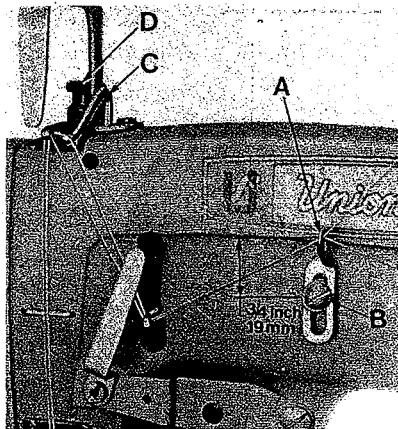

Fig.30
Set the needle thread frame eyelet hole (A, Fig. 30) 19 mm = 3/4 inch above the center of mounting screw (B, Fig. 30). Lower it for more needle thread, raise it for less needle thread in the stitch. Set the needle thread take-up wire (C, Fig. 30) as low as possible. Raising the take-up wire increases the needle thread loop.
Insert a ply of fabric between upper and lower puller roller. Loosen screw (S, Fig. 30 C) then set the puller presser bar collar (A, Fig. 30 A) by means of adjusting screw (B, Fig. 30 A) so, that the distance (J, Fig. 30 A) between screw (K, Fig. 30 A) and hand lever (H, Fig. 30 A) is 0,2 - 0,5 mm (.008 - .020 inch), at the same time the upper puller roller must rest upon fabric. Secure screw (B, Fig. 30 A) with nut (C, Fig. 30 A). Retighten screw (S, Fig. 30 C).
Set the presser bar connection and guide (L, Fig. 30 A) so that puller roller and presser foot are lifted simultaneously when actuating the presser foot lifter lever and the presser foot is resting on the throat plate.
Stellen Sie die Nadelfadengleitung am Gehäuse (A, Fig. 30) 19 mm hoch zur Mitte der Befestigungsschraube (B, Fig. 30) ein. Wird die Fadenführung tiefer gestellt bekommen Sie mehr Nadelfaden in die Naht. Durch Höherstellen erreichen Sie das Gegenteil. Stellen Sie den Nadelfadenabzug (C, Fig. 30) so tief wie möglich. Wird der Nadelfadenabzugsbügel nach oben verstellt, wird die rechte Nadelfadenschlinge größer.
Legen Sie eine Lage Stoff zwischen die obere und untere Pullerrolle. Lösen Sie die Schraube (S, Fig. 30 C) dann stellen Sie den Mitnehmer (A, Fig. 30 A) mit der Stellschraube (B, Fig. 30 A) so ein, daß der Abstand (J, Fig. 30 A) zwischen Schraube (K, Fig. 30 A) und dem Handhebel (H, Fig. 30 A) 0,2 - 0,5 mm beträgt, dabei muß die obere Pullerrolle auf dem Stoff aufliegen. Stellen Sie mit der Mutter (C, Fig. 30 A) die Schraube (B, Fig. 30 A) fest. Ziehen Sie die Schraube (S, Fig. 30 C) wieder an.
Die Drückerfußverbindung und Führung (L, Fig. 30 A) muß so gestellt werden, daß beim Betätigen des Drückerfuß-Lifterhebels Drückerfuß und Pullerrolle gleichzeitig angehoben werden, wenn der Drückerfuß auf der Stichplatte aufliegt.
Insert a ply of fabric between upper and lower puller roller. Loosen screw (S, Fig. 30 C), set the puller presser bar collar (A, Fig. 30 A) by means of adjusting screw (B, Fig. 30 A) so, that the distance (J, Fig. 30 A) between screw (K, Fig. 30 A) and hand lever (H, Fig. 30 A) is 0,2 - 0,5 mm (.008 - .020 inch), at the same time the upper roller must rest upon fabric. Secure screw (B, Fig. 30 A) with nut (C, Fig. 30 A). Retighten screw (C, Fig. 30 C). Set link (E, Fig. 30 A) by changing the length of the tractor cable (R, Fig. 30 B) so that the distance (G, Fig. 30 A) between link (E, Fig. 30 A) and screw (F, Fig. 30 A) is 0,5 - 1 mm (.020 - .040 inch).
Now set presser bar connection and guide (L, Fig. 30 A) so that the distance (D, Fig. 30 A) between link (M, Fig. 30 A) and screw (P, Fig. 30 A) is 0,5 - 1 mm (.020 - .040 inch) when the presser foot is resting on the throat plate.
For making this adjustment turn the handwheel in operating direction until the needle bar is in its lowest position and loosen screw (Q, Fig. 30 A). Then, while holding the presser foot down on the throat plate surface, pry up the presser bar connection and guide (L, Fig. 30 A) with a screwdriver to obtain the required setting. Retighten screw (Q, Fig. 30 A).
The presser foot must rest on the throat plate, when the upper puller roller is lifted with the hand lever (H, Fig. 30 A).
Regulate the presser spring regulating screw (D, Fig. 30) so that it exerts only enough pressure on the presser foot to feed the work uniformly. The regulating screw is located directly behind the needle bar in the head of the machine. The pressure exerted by the presser spring should be slightly more than the pressure exerted by the spring for the presser foot yielding section. Turning the regulating screw clockwise increases the pressure, counterclockwise decreases the pressure.
Legen Sie eine Lage Stoff zwischen die obere und untere Pullerrolle. Lösen Sie die Schraube (S, Fig. 30 C), dann stellen Sie den Mitnehmer (A, Fig. 30 A) mit der Stellschraube (B, Fig. 30 A) so ein, daß der Abstand (J, Fig. 30 A) zwischen Schraube (K, Fig. 30 A) und Handhebel (H, Fig. 30 A) 0,2 - 0,5 mm beträgt, dabei muß die obere Pullerrolle auf dem Stoff aufliegen. Stellen Sie mit der Mutter (C, Fig. 30 A) die Schraube (B, Fig. 30 A) fest. Ziehen Sie die Schraube (S, Fig. 30 C) wieder an. Die Lasche (E, Fig. 30 A) wird durch Veränderung der Länge des Zugseils (R, Fig. 30 B) so eingestellt, daß der Abstand (G, Fig. 30 A) zwischen Lasche (E, Fig. 30 A) und Schraube (F, Fig. 30 A) 0,5 - 1 mm beträgt.
Die Drückerfußverbindung und Führung (L, Fig. 30 A) wird nun so eingestellt, daß bei auf der Stichplatte aufliegendem Drückerfuß, der Abstand (D, Fig. 30 A) zwischen Lasche (M, Fig. 30 A) und Schraube (P, Fig. 30 A) 0,5 - 1 mm beträgt.
Zum Einstellen drehen Sie das Handrad in Nährichtung, bis die Nadelstange in der untersten Stellung ist und lösen die Schraube (Q, Fig. 30 A). Während Sie nun den Drückerfuß auf die Stichplatte herunterdrücken, heben Sie mit einem Schraubendreher die Drückerfußverbindung und Führung (L, Fig. 30 A) in die gewünschte Stellung. Ziehen Sie die Schraube (Q, Fig. 30 A) wieder an.
Der Drückerfuß muß auf der Stichplatte aufsitzen, wenn die obere Pullerrolle mit dem Handhebel (H, Fig. 30 A) angehoben wird.
Stellen Sie die Drückerfuß-Regulierschraube (D, Fig. 30) so ein, daß gerade so viel Druck auf dem Drückerfuß ist, daß ein gleichmäßiger Transport gewährleistet wird. Die Regulierschraube ist direkt hinter der Nadelstange auf dem Mäschinenarm. Der Druck den die Drückerfußfeder erzeugt, sollte gerade etwas größer sein als der Druck den die Feder für das Drückerfußseitenteil erzeugt. Drehen der Regulierschraube im Uhrzeigersinn verstärkt den Druck, drehen entgegen dem Uhrzeigersinn bewirkt das Gegen teil.
For adjusting puller roller motion loosen nut (A, Fig. 30 E). Turning screw (B, Fig. 30 E) clockwise decreases the puller roller motion, turning it counterclockwise increases the motion. Tighten nut (A) after making this adjustment.
The puller brake is adjusted in the factory. If it is necessary to readjust it, remove screw (A, Fig. 30 D), loosen nut (B, Fig. 30 D) and screw (E, Fig. 30 D) and set the puller brake by means of nut (C, Fig. 30 D) until the lever (D, Fig. 30 D) can be moved with a force of 25 N (5,5 lbf.). Retighten all screws and nuts after making this adjustment. Make sure that nut (C) does not turn while tightening nut (B).
Zum Einstellen des Pullertransportwegs lösen Sie die Mutter (A, Fig. 30 E). Drehen der Schraube (B, Fig. 30 E) im Uhrzeigersinn verkleinert den Pullertransportweg, drehen im Gegenuhrzeigersinn vergrößert ihn. Ziehen Sie die Mutter (A) nach dieser Einstellung wieder an.
Die Pullerbremse wird im Werk eingestellt. Wird eine Neueinstellung notwendig, entfernen Sie die Schraube (A, Fig. 30 D), lösen Sie die Mutter (B, Fig. 30 D) und die Schraube (E, Fig. 30 D) und stellen Sie mit der Mutter (C, Fig. 30 D) die Pullerbremse so ein, daß der Hebel (D, Fig. 30 D) mit einer Kraft von 25 N bewegt werden kann. Ziehen Sie nach dieser Einstellung alle Schrauben und Muttern wieder an. Beachten Sie beim Festziehen der Mutter (B) daß die Mutter (C) nicht mehr gedreht wird.